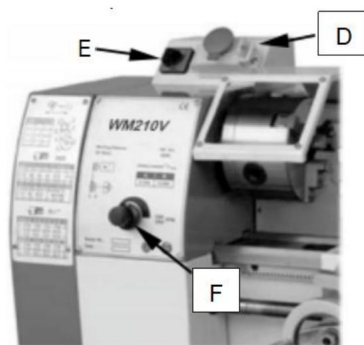

Abb.9
1. Notruf: Taste ON.OFF-Schalter (D, Abb. 9)
2. Umschalter (E, Abb. 9)
3. Schalter zur variablen Geschwindigkeitsregelung (F, Abb. 9)